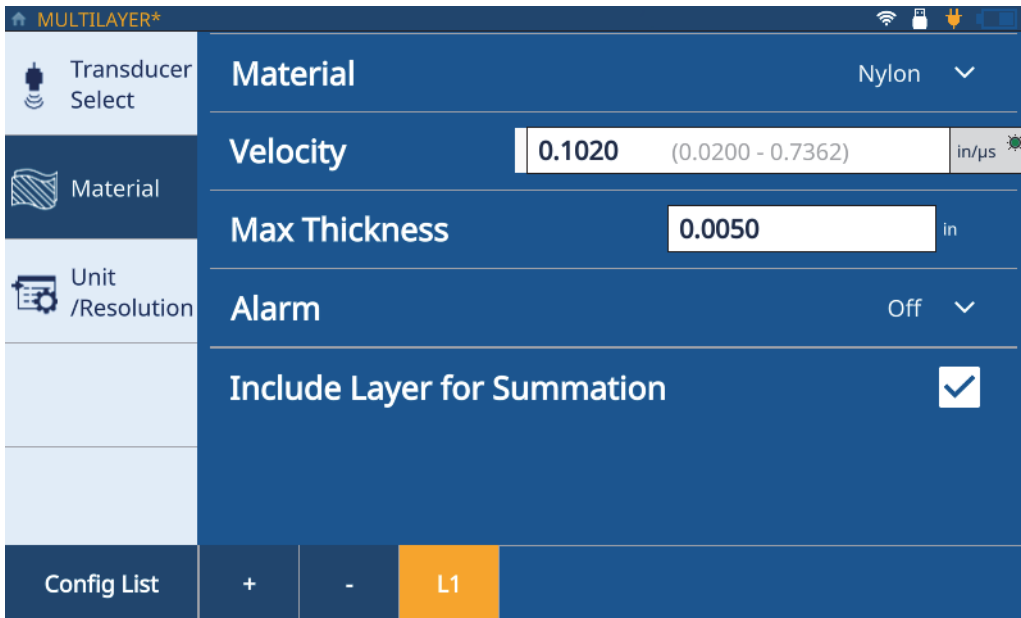

Figura 2-5 Scheda Multilayer Material
8. Cliccare sulla scheda **Material** (materiale) [vedi Figura 2-5 a pagina 18 dove L1 rappresenta il primo strato] e, in seguito, selezionare il proprio materiale dall'elenco a discesa. Il misuratore aggiorna automaticamente la velocità in base al materiale.